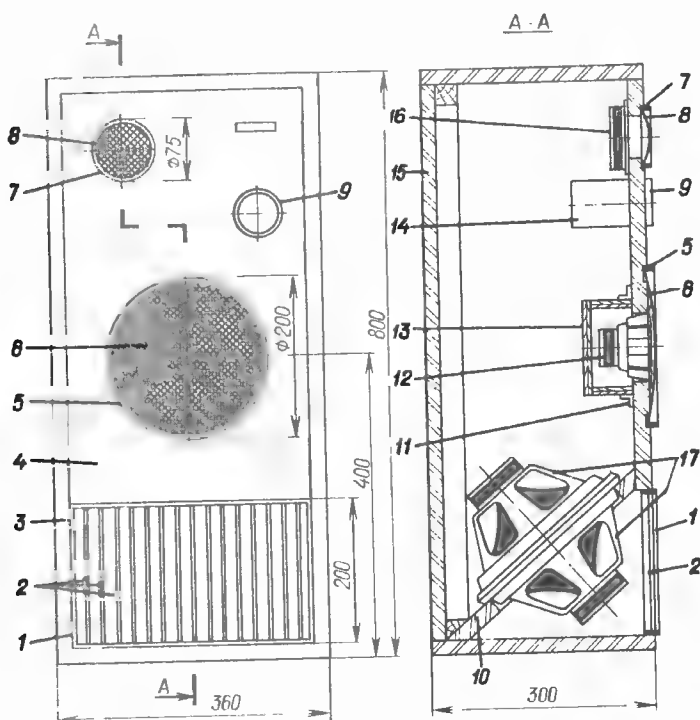

Рис. 3
Принципиальная схема АС (за основу взят разделительный фильтр, описанный в [6]) изображена на рис. 2, конструкция показана на рис. 3. Ящик АС 3 изготовлен из древесно-стружечной плиты толщиной 20 мм, обклеенной бумагой, имитирующей ценные породы древесины. Двоянная головка 17 закреплена на доске 10, среднечастотная (12) и высокочастотная (16) головки — на передней стенке 4. Задняя стенка 15 — съемная. Среднечастотная головка изолирована от остального объема ящика боксом 13, изготов-